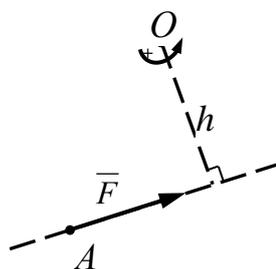

Рисунок 1.5 Момент силы относительно точки
*Момент силы относительно точки* – это произведение модуля силы на плечо (рисунок 1.5)